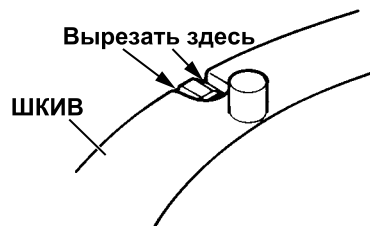

Рис. 9-4
- (1) Вырезать часть шкива, показанную на рис. 9-4, кусачками или ножом по форме, необходимой для навивки пружины.